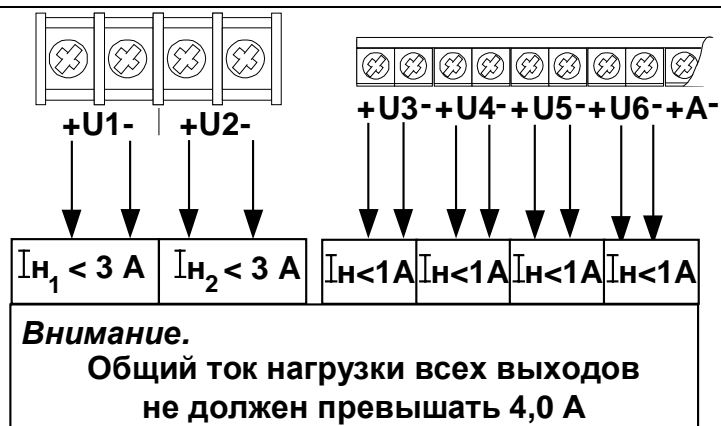
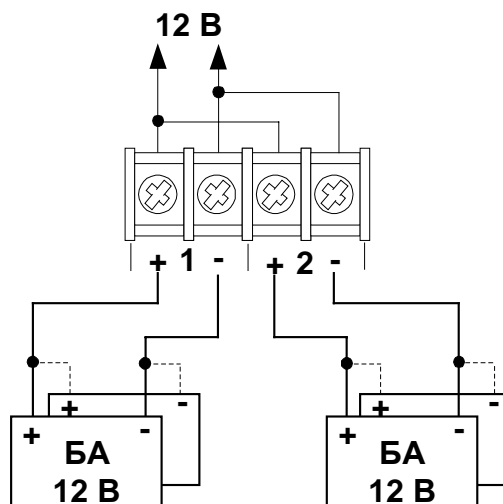
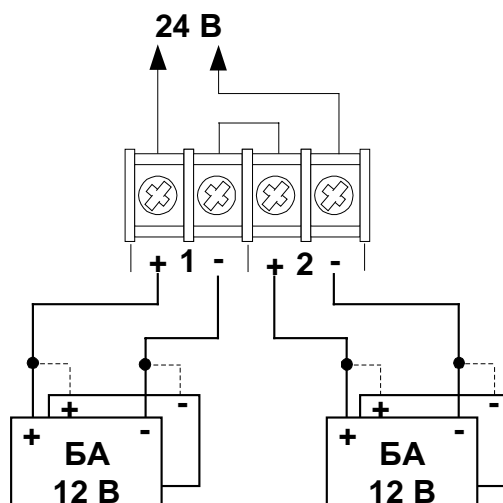

Рис. 3 Схема подключения нагрузки (общий ток нагрузки всех выходов < 4,0 А)
Рис. 6 Подключение аккумуляторных батарей в ИБП-1200А
Рис. 7 Подключение аккумуляторных батарей в ИБП-2400А
Провода подключаются к клеммам присоединительной колодки в соответствии со схемой подключения (рис. 3,4,5,6,7).
Аккумуляторные батареи устанавливаются на дно корпуса и подключаются проводами с красными и синими наконечниками, обозначающими полярность ("+"-красный, "-"-синий) подключения в соответствии со схемой на Рис. 6 и Рис. 7. Справа на боковой поверхности корпуса расположен винт для подключения защитного заземления.
6.4.4. Подключение соединительных линий и БА к клеммам ИБП производится в соответствии с Рис. 3, Рис. 4, Рис. 5, Рис. 6, Рис. 6 и Рис. 7. Перед подключением тумблер «Сеть 220 В» выключить.
6.5. Установить аккумуляторные батареи, подключив их к клеммам с помощью соединительных проводов, имеющих соответствующую маркировку (красный наконечник «+», синий наконечник «-») по схеме, приведенной на Рис. 6 или Рис. 7.